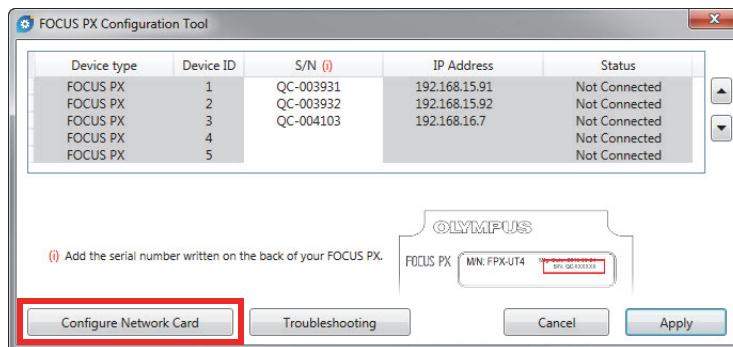

Figura 5-2 Inicio de la configuración de la tarjeta de red
3. Haga clic en la opción **Configure Network Card** [Configurar tarjeta de red] (vea la Figura 5-2 en la página 27).